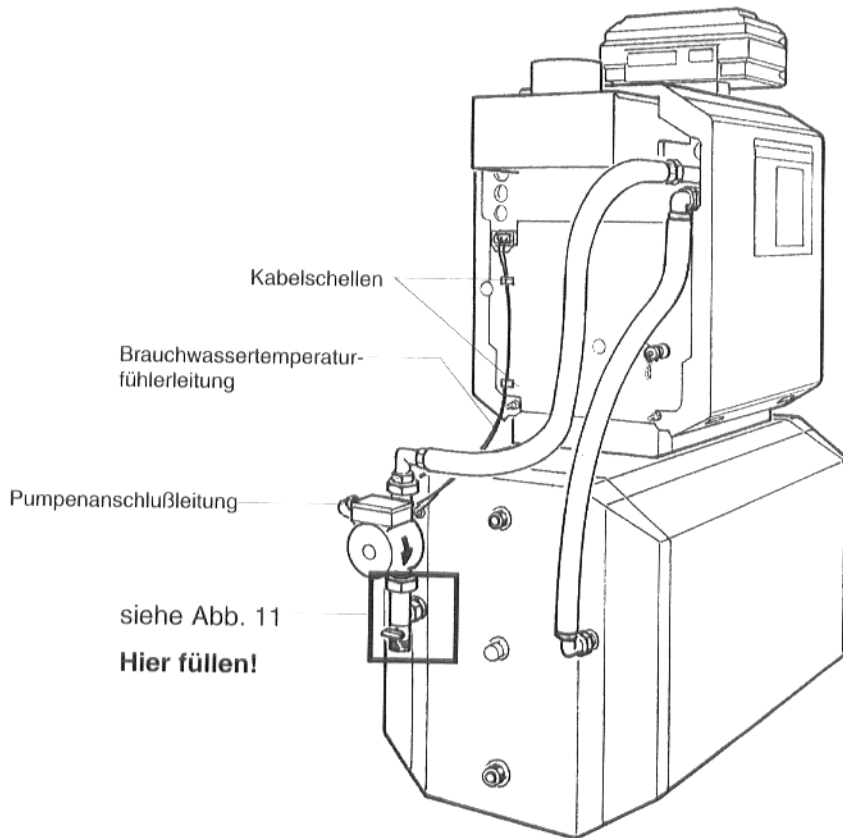

Abb. 10: Rückansicht; fertig montiert
- Brauchwassertemperaturfühlerleitung und Pumpenanschlußleitung sorgfältig verlegen (Montageanweisung Kessel bzw. Speicher; Abb.10). Leitungen in die Kabelschellen einlegen (Abb. 10).